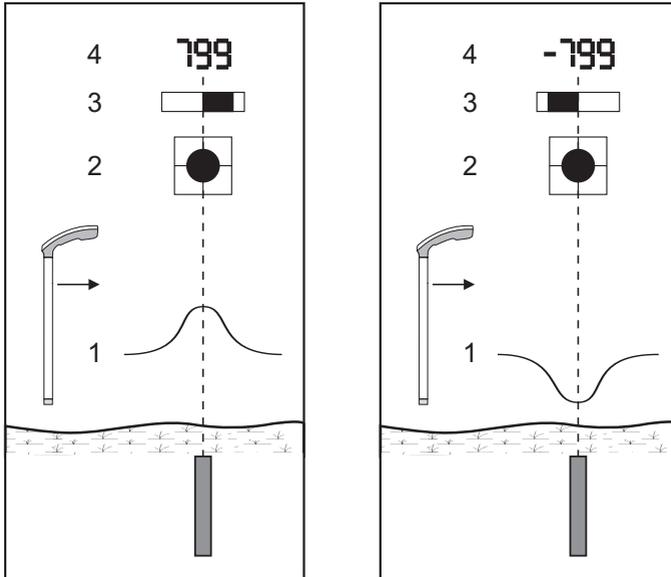

Fig. 6: Objetos en posición vertical (vista en sección): posibles resultados de localización
- objetos en posición vertical (Fig. 6)